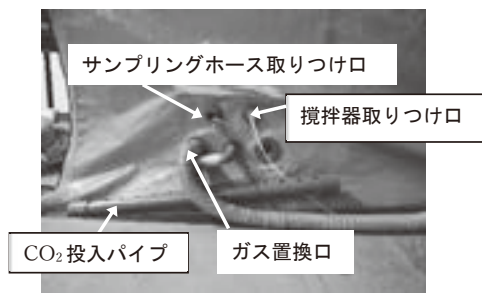
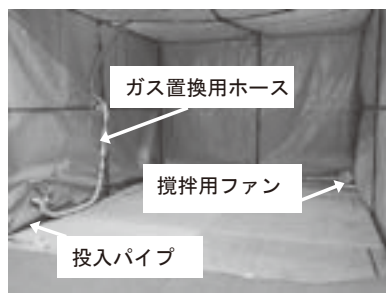

図2 殺虫バッグ内部の配管器具の取り付け位置
図3 攪拌用ファンの設置位置 CO₂投入パイプ
- ④ 殺虫バッグ内部にて、まず、取り付け位置（図2）のCO₂投入口に投入パイプ（穴が開いたT字の塩ビパイプ）を取りつける。投入パイプは投入口に差し込むだけの単純な構造なので、ビニールテープでしっかりと固定する。
- ⑤ ガス置換口に置換用ホースを差し込む。CO₂投入の際、CO₂よりも軽い殺虫バッグ内の空気を上から排気するため、ホース口がバッグ奥の上部にくるようポールに紐で結び固定する。
- ⑥ CO₂処理中のCO₂濃度を確認するサンプリングホースをバッグ内上部、中部、下部の3ヶ所に対角上に設置する。上部はバッグ奥、CO₂投入パイプ側・高さ2m付近、中部はバッグ中央・高さ1m付近、下部はバッグ手前、CO₂投入パイプ正面・高さ0cmに対角上に設置する。上部、中部は位置が変わらないよう、紐やテープで固定すること。
- ⑦ 攪拌用ファン（図3）はCO₂投入パイプと対角になる位置に上向きに設置する。作動を外部から操作できるように電源をONにしておく。攪拌用ファンは外部で電源コードを抜き差しすることで操作する。